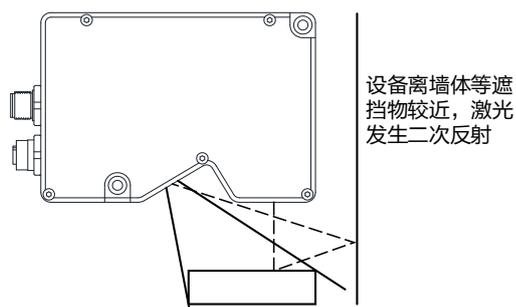

图3-6 二次反射
- 避免离墙体、遮挡板等太近，以防发生二次反射产生杂散光，影响测量精度，如图 3-6 所示。